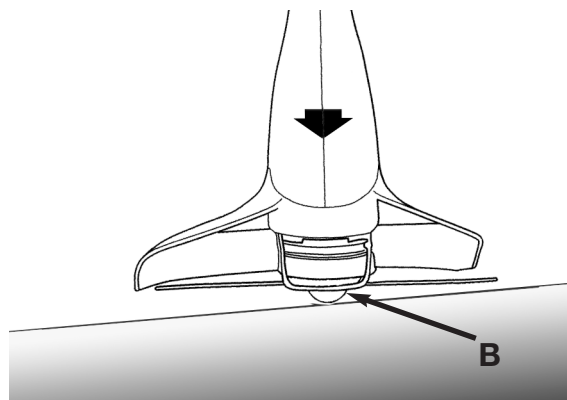

Fig. 10
PRECAUCIÓN : Una línea corta o gastada realiza un corte menos eficiente. Para mejorar su rendimiento en futuros usos, golpee el botón de la bobina (A) con suavidad en el suelo mientras la bordeadora esté funcionando.(Fig. 10)